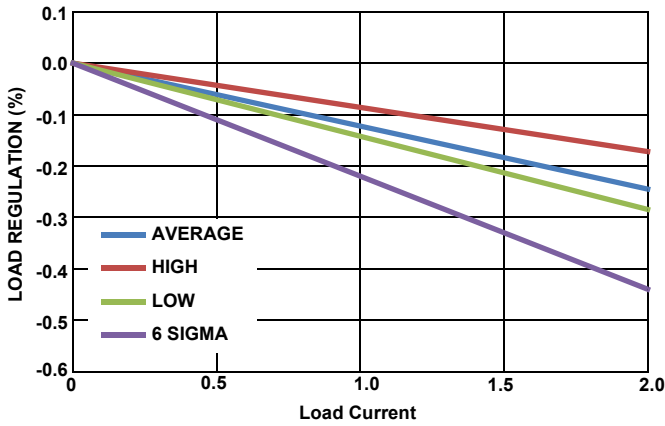

図 12. ロード・レギュレーション
- 製造時試験は行っていません。評価基板を使用して特性評価されています。図 12 ~ 14 のロード・レギュレーションの図を参照してください。+105 $^\circ\text{C}$ T_A は、ワーストケースに近い動作ポイントを示しています。